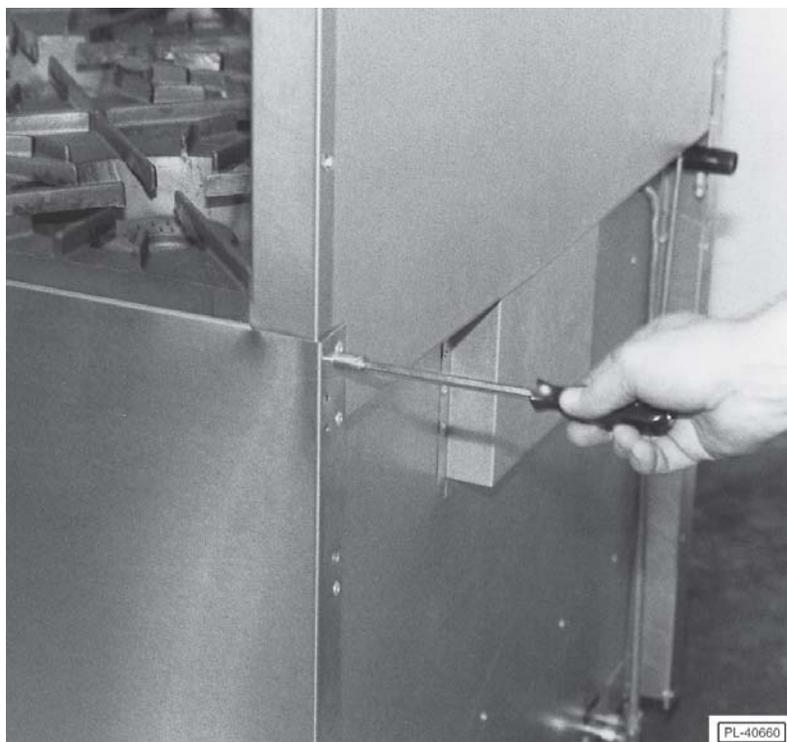

Fig. 12
6. Poser huit vis à tôle #10 (4 par profilé) (Fig. 12).